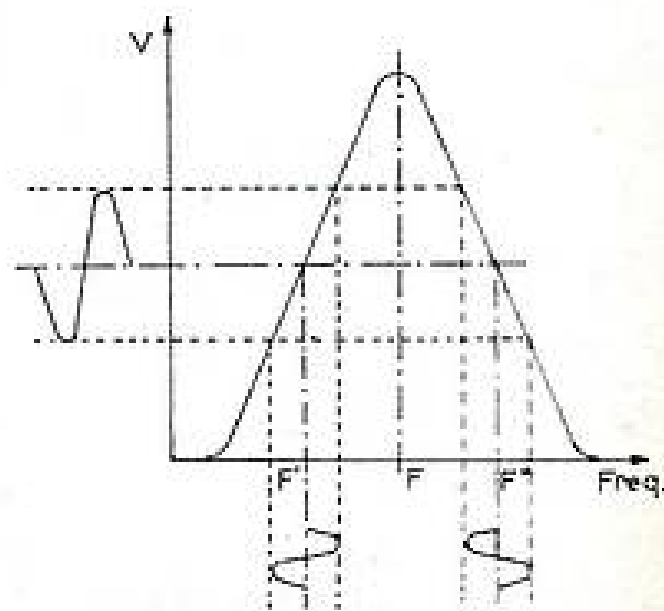

Fig. 1
Pour terminer disons un mot sur la possibilité de réception des émissions de la modulation de fréquence avec un appareil à réaction ou à super-réaction. C'est extrêmement simple. Pour détecter un signal modulé en fréquence, il faut transformer les variations de fréquence en variations de tension proportionnelles. Une faible variation de fréquence correspondant à une faible variation de tension et une grande variation de fréquence se traduisant par une forte variation de tension. Pour obtenir ce résultat, il suffit d'accorder le récepteur non pas exactement sur la fréquence porteuse (F) de l'émission mais sur une fréquence un peu supérieure ou un peu inférieure (F' ou F''). On se trouve ainsi sur un des flancs de la courbe de résonance du circuit d'accord et comme le montre la figure 1 une variation de fréquence donne lieu à une variation proportionnelle de tension aux bornes du circuit oscillant. La conséquence est qu'il y a deux points d'accord assez rapprochés l'un de l'autre. On peut indifféremment choisir l'un ou l'autre. Dans les deux cas, il faut faire le réglage assez près du sommet de la courbe de résonance de manière à obtenir le maximum de sensibilité et le minimum de souffle. Mais pas trop près pour ne pas